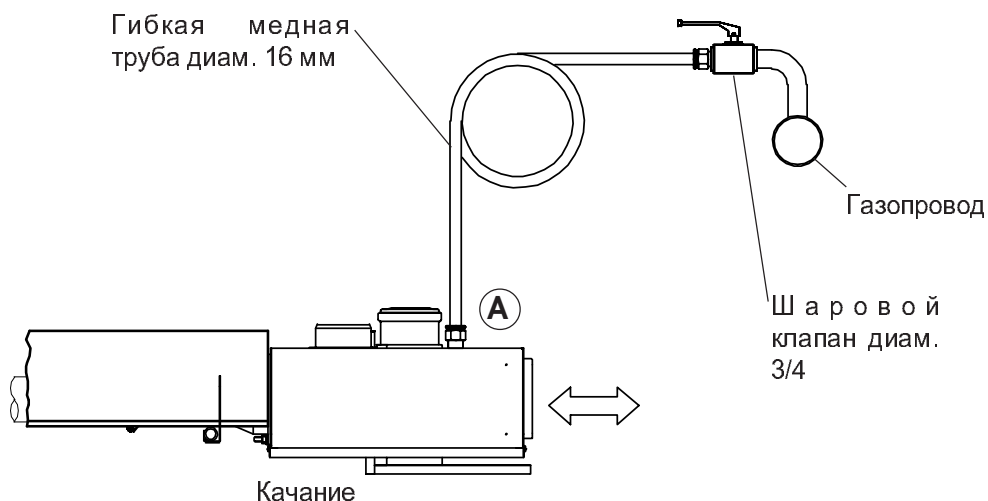

Рис. 43 Схема подключения к газопроводу через медную трубу диам. 16 мм
На рис. 43 приведена схема подключения к газопроводу через медную трубу диам. 16 мм. В случае использования медной трубы необходимо придать ей форму, компенсирующую качание оборудования. Плотность резьб ниппеля (A) должна обеспечиваться материалом с характеристиками, соответствующими используемому газу в соответствии с указаниями завода-изготовителя. Абсолютно запрещается использовать белилу, сурик, и подобные материалы.